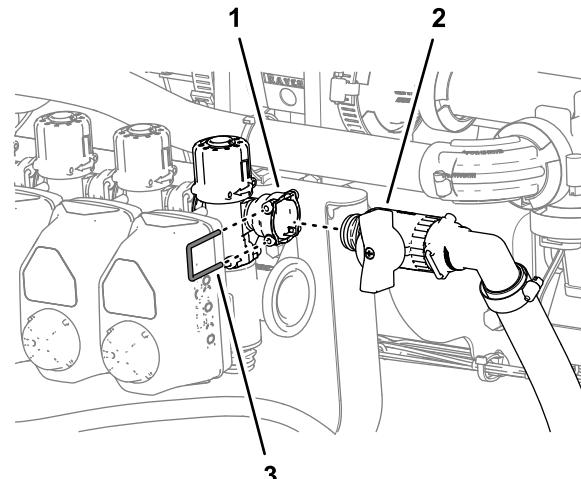

图114
1. 将旁通切断阀的快速断开接头安装到旁通阀的快速断开接头槽 图114。
2. 用在 调整旁通软管的位置——带可选手喷枪杆套件或电动软管卷套件的机器 \(页码 39\) 的步骤 3 中卸下的卡环图114 固定旁通切断阀的快速断开接头和旁通阀。